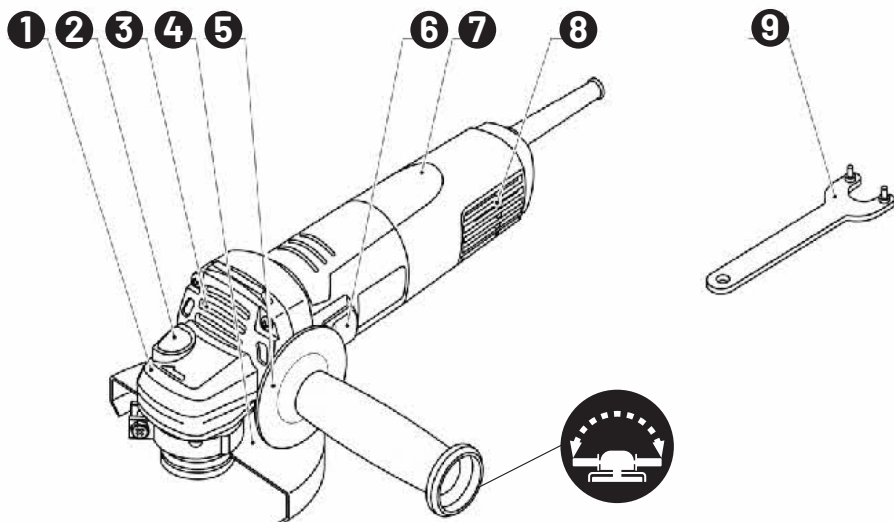

FIG. 1
Extra handtag (se fig. 1)
- Använd alltid extrahandtaget (5) när du använder verktyget.
- För att montera eller demontera handtaget, följ proceduren som visas i fig. 1.